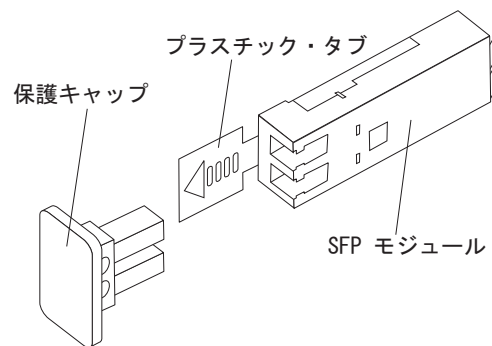

図 26. SFP モジュールおよび保護キャップ
2. 図 26 に示すように、SFP モジュールから保護キャップを取り外します。将来の利用に備えて、保護キャップを保管しておきます。
2. 必要があれば、62 ページの図 26 に示すように、SFP モジュールから保護キャップを取り外します。将来の利用に備えて、保護キャップを保管しておきます。